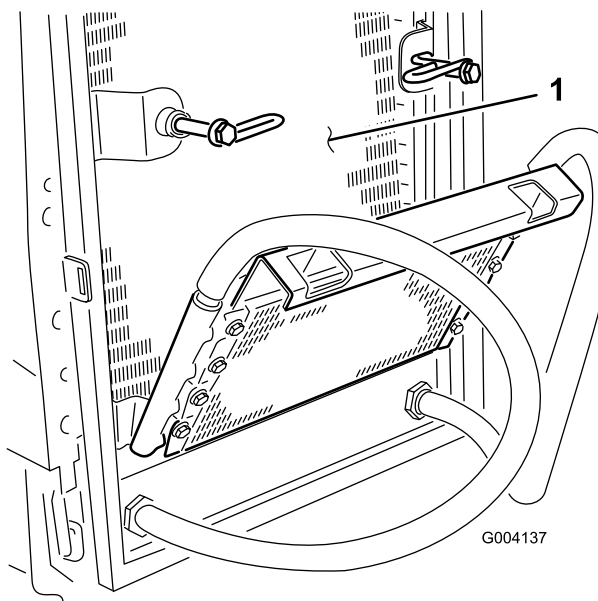

Figura 65
6. Limpie a fondo ambos lados del enfriador de aceite y del radiador (Figura 65) con aire comprimido.